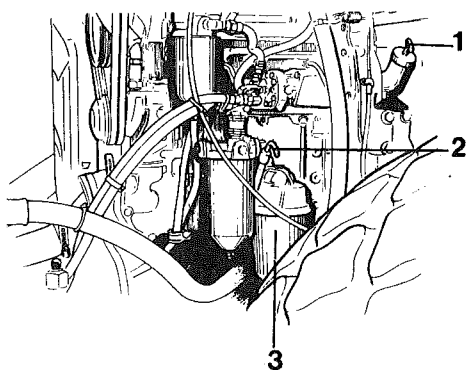

Fig. 42 Motore diesel
- 1 Pulire attorno al tappo di scarico (1) a mettermi sotto un recipiente della capacità di almeno 12 litri.
- 2 Pulire attorno al tappo di rifornimento (1), fig. 42, e toglierlo.
- 2 Controllare il livello dell'olio con l'astina (2), fig. 42. Il livello deve corrispondere alla tacca di riferimento "FULL" (massimo). Non superare tuttavia il livello massimo per non provocare danni alle guarnizioni della testata.
- 3 Rimettere il tappo del bocchettone (1), fig. 42 e serrare.